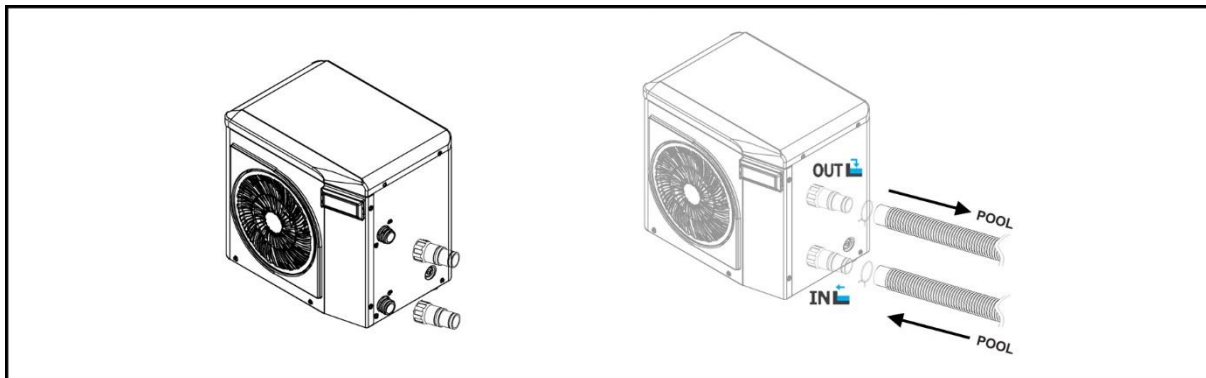

Fig. 4
- Conecte ahora la manguera de la piscina en dirección a la conexión superior (**OUT**) (fig. 4).